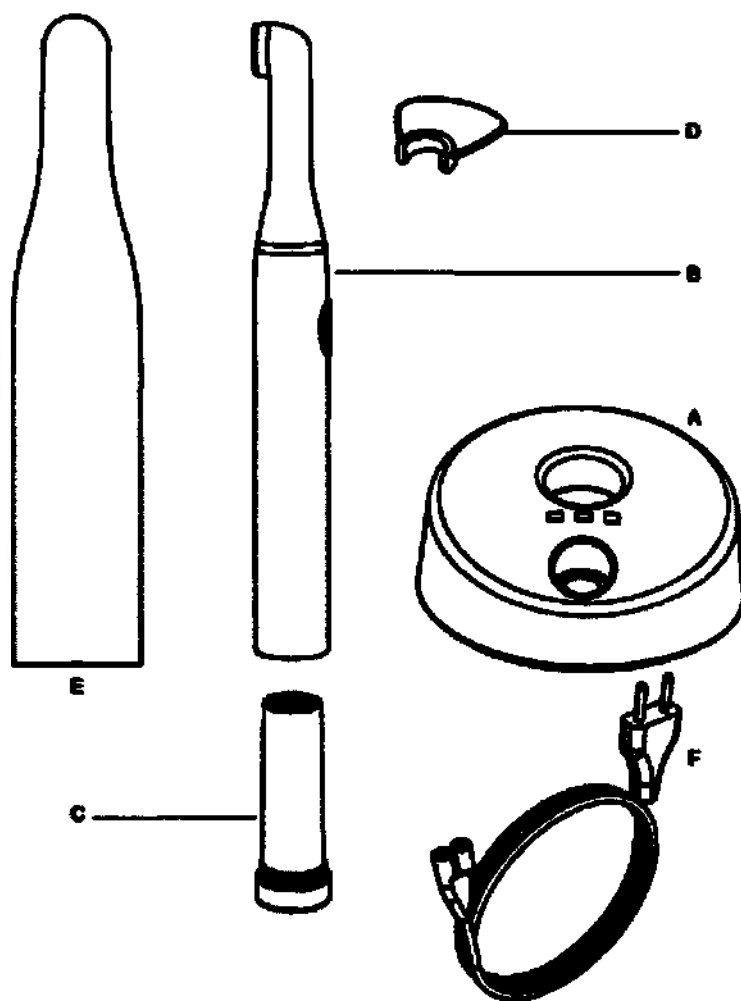
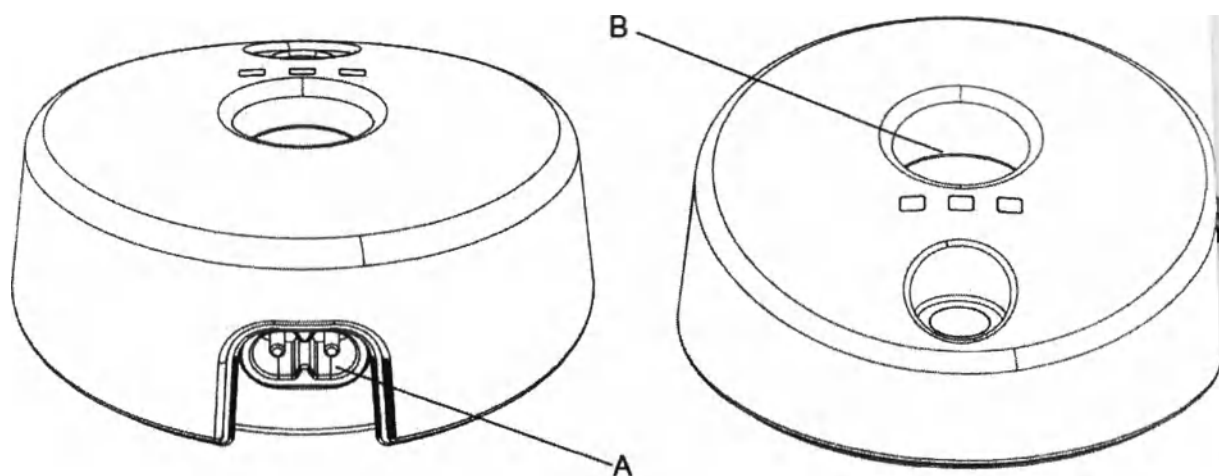
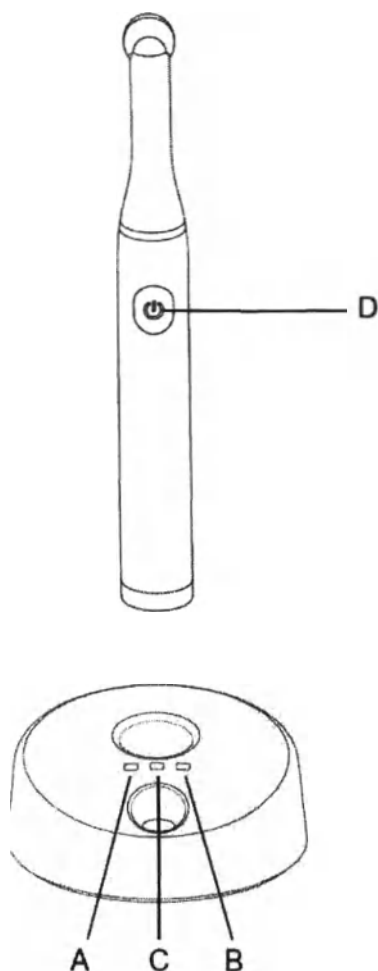

Рис. 4
Рис. 5
Рис. 7
2. Подключить шнур питания (рис. 4 – поз. D) к базе. Разъем находится на задней части базы (рис. 5 – поз. А). Подключить базу к электросети. Загорится зеленый светоиндикатор (рис. 7 – поз. А).
Описание органов управления (рис. 7):
1. Вставить лампу (с установленной в нее батареей) в зарядную базу (рис. 5 – поз. В). Включится зеленый индикатор (рис. 7 – поз. В).
1. Вставить лампу в зарядную базу (рис. 5 – поз. В). Включится зеленый индикатор (рис. 7 – поз. В).
Если при установке лампы в базу для подзарядки зеленый индикатор не включается, это означает, что батарея неисправна (рис. 7 – поз. В).
Для прерывания цикла полимеризации в любом из режимов (FAST, SLOW RISE) нажать на кнопку ВКЛ./ВЫКЛ. (рис. 7 – поз. D).
После окончания цикла можно выполнить новый цикл, нажав на кнопку ВКЛ./ВЫКЛ. (рис. 7 – поз. D).